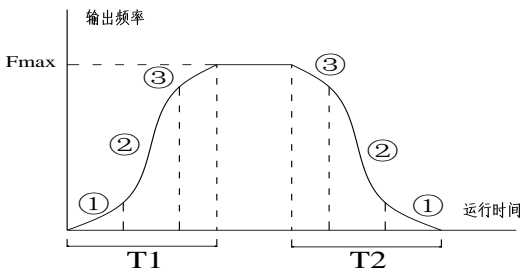

图 7-6 S 曲线加减速
变频器在加减速过程中，输出频率与加减速时间为 S 曲线关系，按照 S 形曲线递增或递减，如图 7-6 的曲线所示。
S 曲线起始段时间如图 7-6 中的①所示，是输出频率的斜率从零逐渐增大的阶段。
S 曲线上升段时间如图 7-6 中的②所示，是输出频率的斜率保持恒定的阶段。
S 曲线结束段时间如图 7-6 中的③所示，是输出频率的斜率从大逐渐减小到零的阶段。